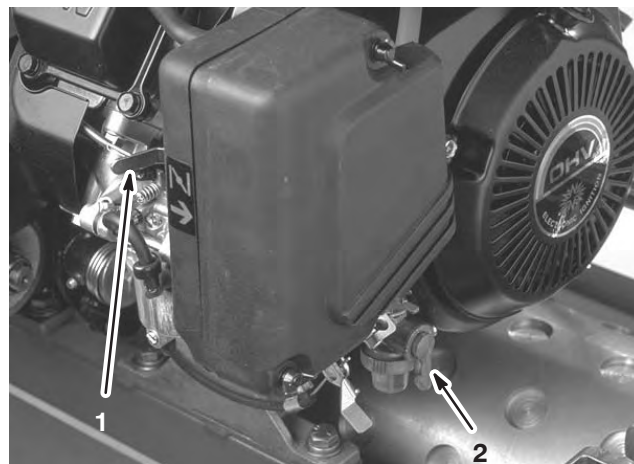

Figure 22
Manette de starter (Fig. 22)
Robinet d'arrivée de carburant (Fig. 22)
2. Ouvrez le robinet d'arrivée d'essence sur le moteur (Fig. 22).
5. Réglez le levier de starter (Fig. 22) à mi-course pour démarrer le moteur à froid. Le starter n'est pas toujours nécessaire pour démarrer un moteur chaud.